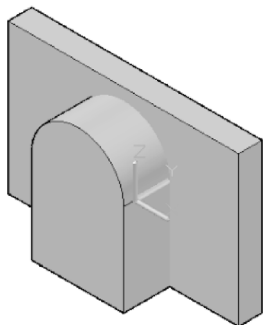

图 10-1 原始的两个独立实体
1) 打开配套光盘中的“并集运算.dwg”文件。该文件中存在着两个实体模型，如图 10-1 所示。